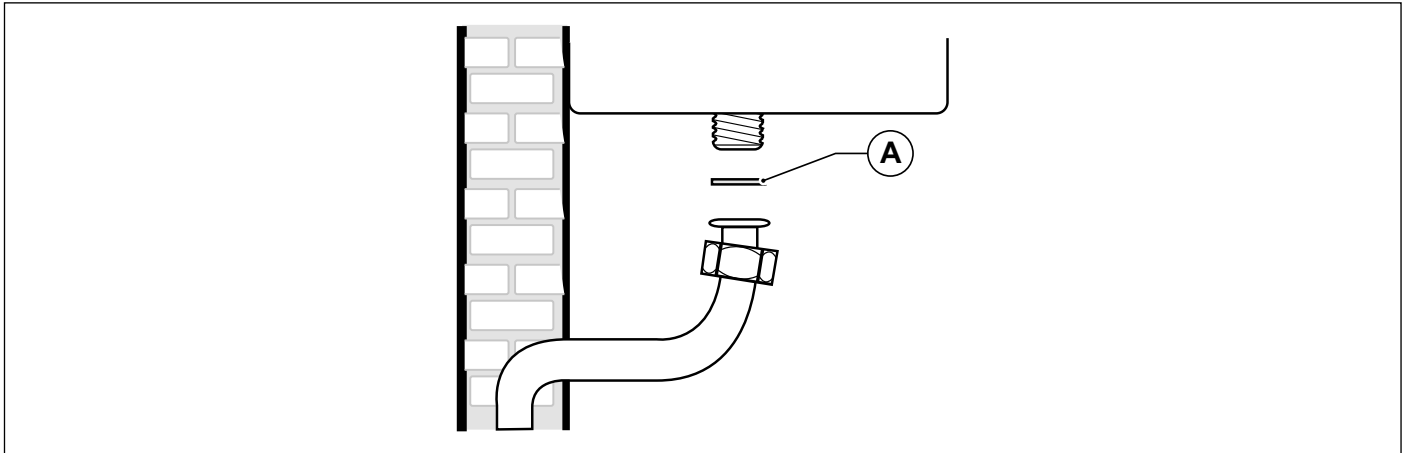

Fig. 21 Conexión a la red de gas
**ES OBLIGATORIO**, para conectar la toma de gas de la caldera a la tubería de alimentación colocar una junta (A) de medidas y materiales adecuados (ver Fig. 21 Conexión a la red de gas).